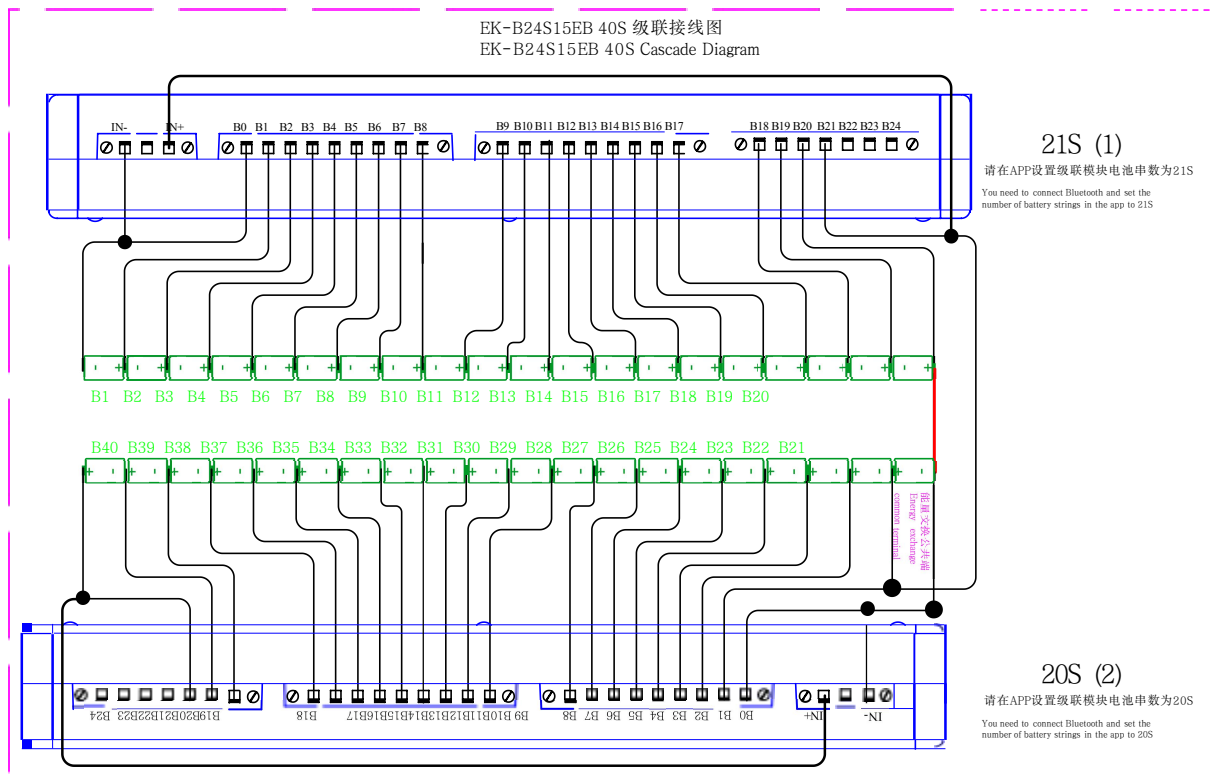

图8.2.4
- ④ 级联使用时，“IN-”接到该均衡器连接电池组的最低串，“IN+”接到该均衡器连接电池组的最高串，如图8.2.4所示：